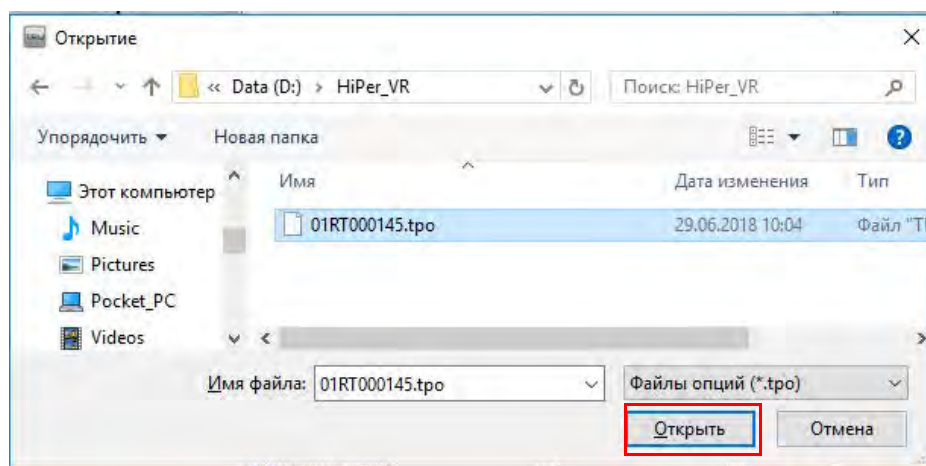

Рисунок 5-7: Загрузка OAF
- Выберите соответствующий файл и кликните **Открыть** (Рисунок 5-7).